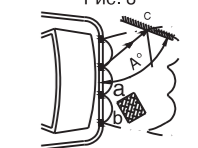

Рис. 8
- (2) Поверхность **a** расположена ближе поверхности **b** (рис. 8), но вторая плоскость имеет больший коэффициент отражения. В результате поверхность **b** будет определена первой, поверхность **a**, в этом случае, может быть не учтена вовсе. Если препятствие **C** имеет гладкую, зеркальную поверхность и угол **A** очень широкий, то такое препятствие может быть не обнаружено.